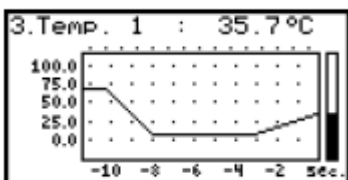

Fig. 6.6. Modo "gráfico"
- Modo "Gráfico" (Fig. 6.6) permite visualizar los valores momentáneos o valores promediados efectuados para un canal de medida en forma de gráfico.